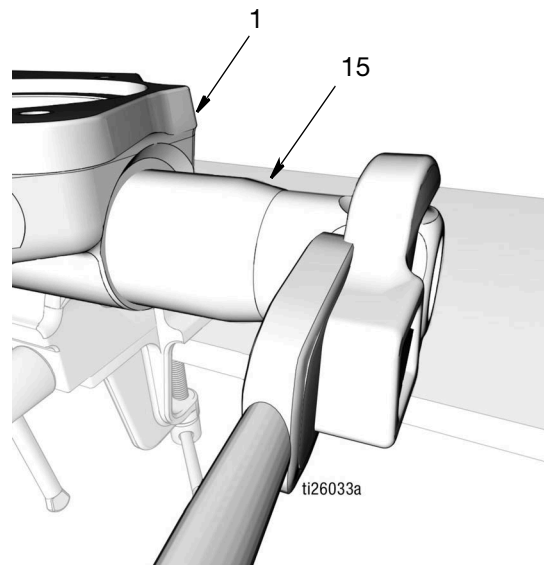

FIG. 44
- c. Visser le clapet antiretour de sortie (15) dans la base de la pompe (1) (FIG. 44). Serrer correctement. Puis serrer à un couple de 67,8 à 74,5 N•m (50 à 55 po-lb).